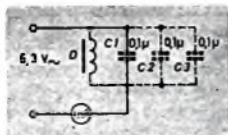

Bild 46. Parallelschaltung von Kondensator und Spule
**186** Wir bauen nun die Schaltung nach Bild 46 auf. Hier liegt die Drossel parallel zum Kondensator C 1, dem wir später wieder die Kondensatoren C 2 und C 3 parallel schalten wollen. Zunächst schalten wir überhaupt keinen Kondensator ein und messen den im Stromkreis fließenden Strom. Dabei ergibt sich wieder der bereits bekannte Wert von etwa